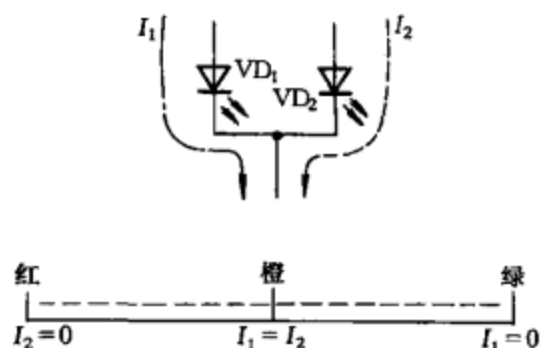

图 3-50
使用时，公共负极②脚接地。当①脚接入工作电压时，电流 I_1 通过管芯 VD_1 使其发红光；当③脚接入工作电压时，电流 I_2 通过管芯 VD_2 使其发绿光；当①脚和③脚同时接入工作电压时，发光二极管发橙色光；当 I_1 与 I_2 的大小不同时，发光二极管发光颜色按比例在红—橙—绿之间变化，如图 3-50 所示。